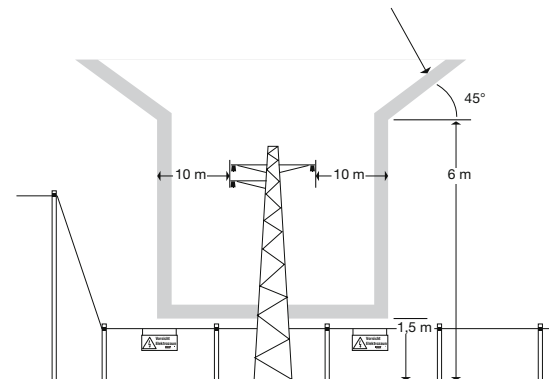

Bild 4. Sicherheitsraum fur Hochspannungsfreileitungen (uber 1000 V)
- 2) Freileitungen uber 1000 V durfen mit der Zauuleitung und den Zauindrahten nicht uergert werden. Werden Elektrozaunanlagen auf Freileitungen uber 1000 V parallel gefuhrt oder unterqueren sie diese, so darf innerhalb eines Schutzstreifens von 2 m beiderseits der aueren Leiter die Bauhohe der Elektrozaunanlagen 1,5 m nicht uberschreiten (s. Bild 4)